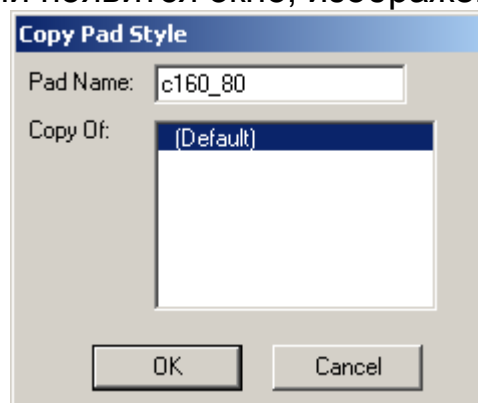

Рис. 17 Окно **Copy Pad Style**
- 10.2 Выделите пункт меню **Defaults** и нажмите клавишу **Copy**. Перед вами появится окно, изображенное на рис. 17.